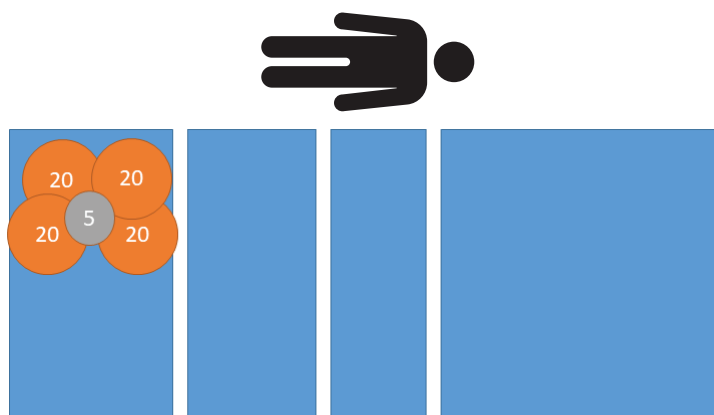

Figura 15 – Ensaio de excentricidade - 85 kg pé à direita
3. Utilizando pesos calibrados, coloque 85 kg no pé, à direita do produto (Figura 15).